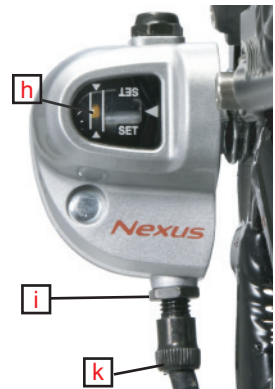

Abb. 16
1. Am Schaltdrehgriff (3) vom 1. in den 2. Gang schalten.
2. Prüfen, ob die gelbe Markierung ([h], Abb. 16) am Schaltwerk (14) mittig zwischen den beiden Begrenzungslinien steht.